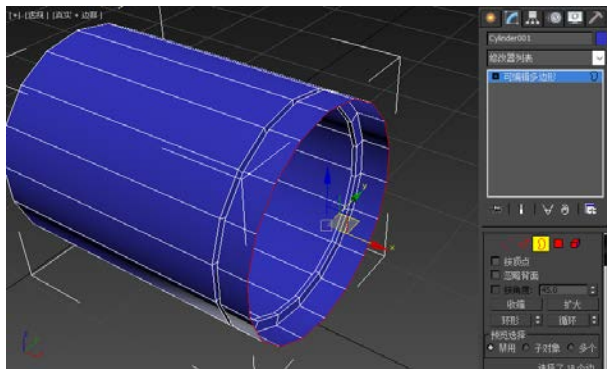

图 3-1-7 选择边界
STEP 07 单击【边界】按钮或按【3】键，进入【边界】子对象，选择视图中的边界，如图 3-1-7 所示。